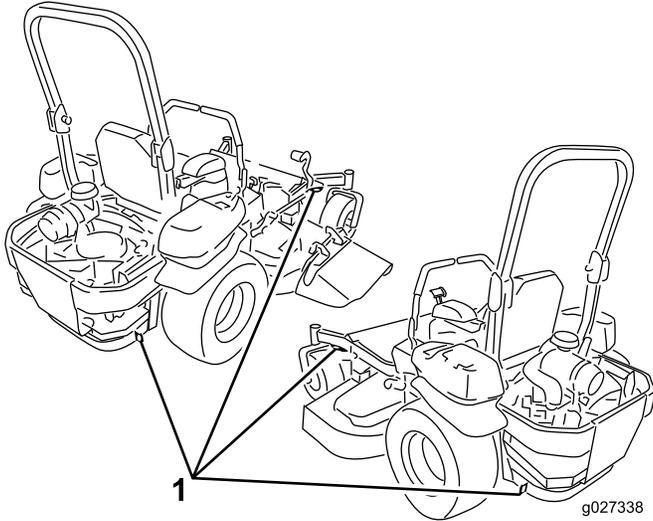

Figura 38
5. Utilice los puntos de amarre metálicos de la máquina para sujetar la máquina firmemente al remolque o al camión con correas, cadenas, cables o cuerdas (Figura 38).